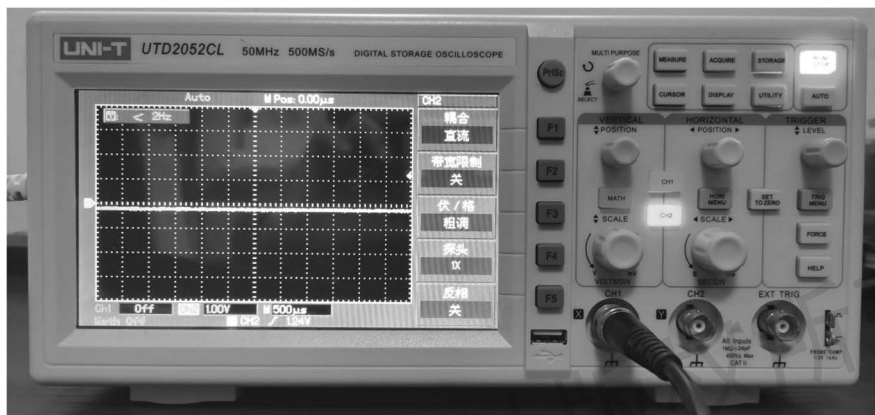

图 3-33 鳄鱼夹接口接 CH1
(1) 用示波器测试信号的步骤（以电容充/放电电路为例）。
① 接入输入信号。如图 3-33 所示，信号由 CH1 接入，由于电容充/放电信号为低频信号，不需要考虑高频抗干扰等，因此输入采用鳄鱼夹直接接入信号。